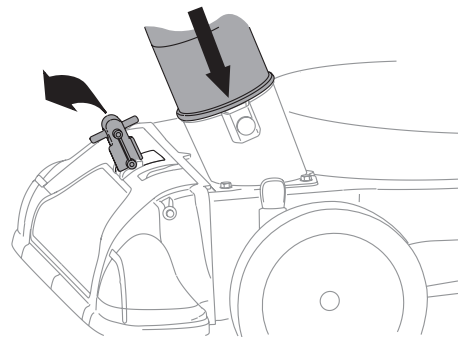

Figure 13
1. Placez le levier de sélection de mode d'aspiration à la position la plus éloignée du boyau pour aspirer par le boyau. Voir Figure 13.
2. Avant d'utiliser le boyau d'aspiration, assurez-vous que la goupille à ressort est insérée dans le deuxième trou du raccord du boyau. Voir Figure 13.